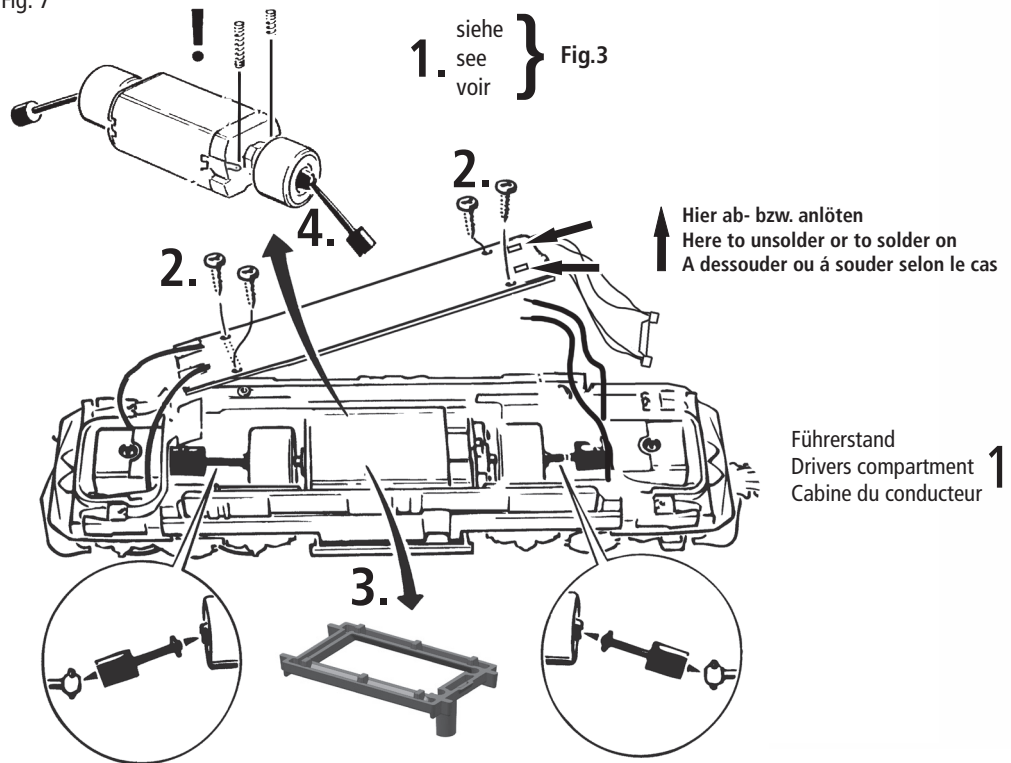

Fig. 9
**Schleiferwechsel:** siehe Fig. 9
**A.C. pick up:** see fig. 9
voir fig. 9
**4. Remplacement du moteur:** Démontez la caisse (fig. 3). Démontez ensuite le moteur (fig. 9).